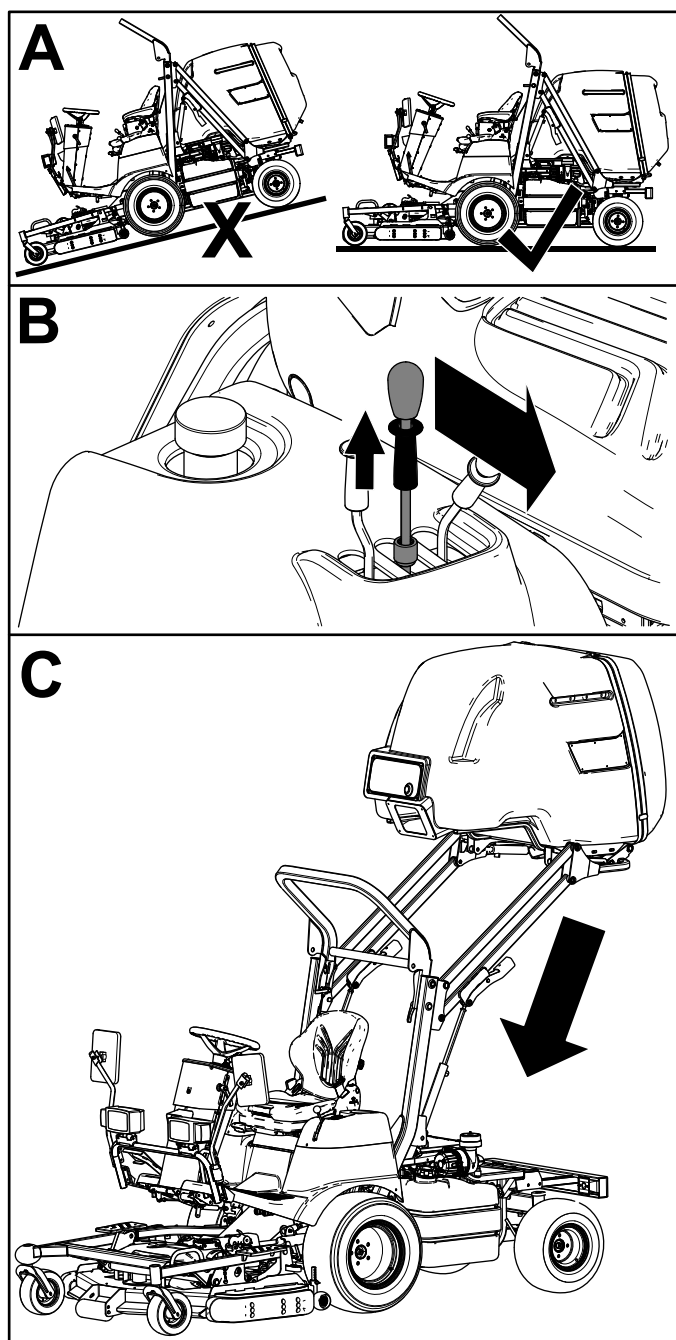

図 24
2. ホッパー昇降レバーのロックカラーを上引き、レバーを後ろ一杯まで傾けるとホッパーが下降します 図 24。